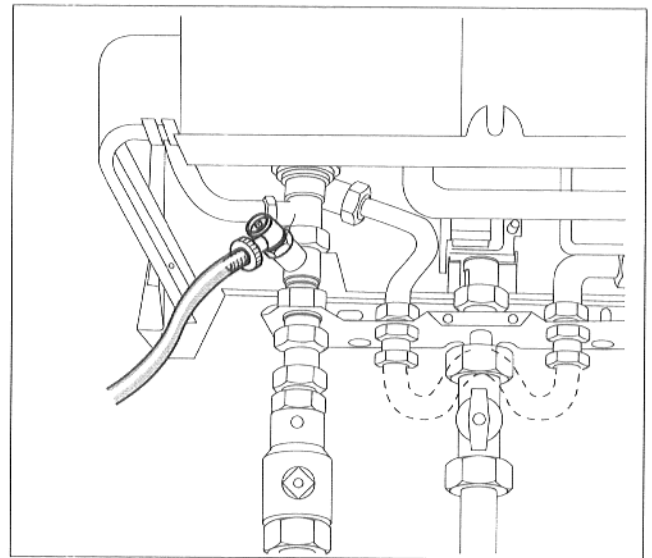

Abb. 9 Heizungsanlage füllen
- Mit Wasser gefüllten Schlauch auf den Füll- und Entleerhahn aufstecken und mit Hilfe des Spezialschlüssels öffnen (Abb. 9). Der Spezialschlüssel ist hinter der Abdeckung des Bedienfeldes befestigt.